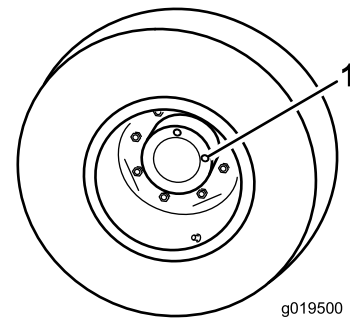

Figura 81
1. Con la macchina parcheggiata su terreno pianeggiante, posizionate la ruota in modo che un tappo di controllo si trovi a ore 12 e l'altro a ore 3 (Figura 81).
1. Tappo di controllo/spurgo (2)
2. Rimuovete il tappo a ore 3 (Figura 81).